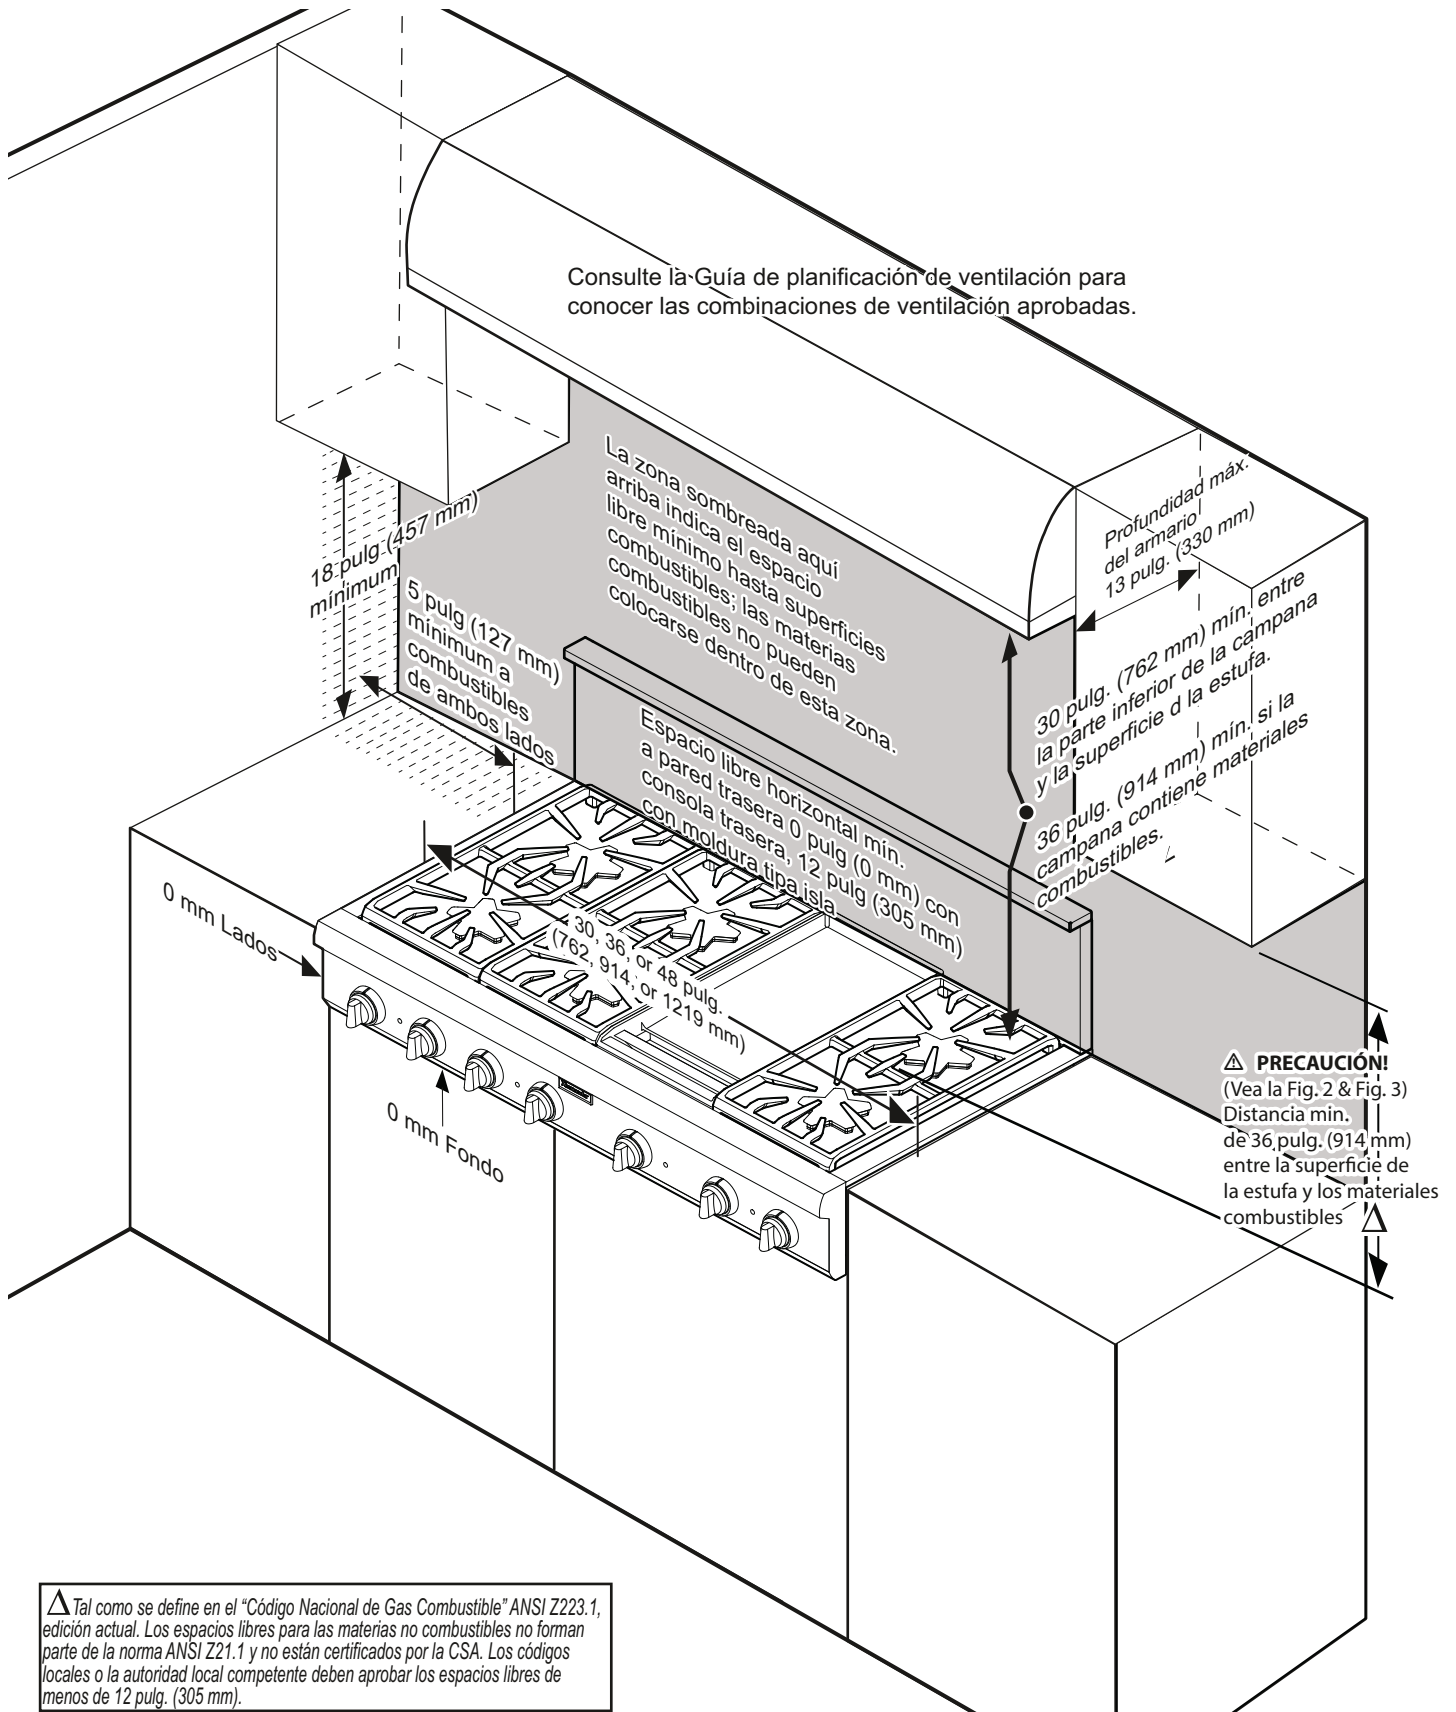

Figura 1: Requerimientos espacios libres
Cuando se utiliza el adorno de isla THERMADOR, hace falta un espacio libre trasero mínimo de 12 pulg. (305 mm) entre el aparato y la superficie combustible (vea la Figura 1, *Espacios libres para los armarios*). Los espacios libres para las materias no combustibles no forman parte de la norma ANSI Z21.1 y no están certificados por la CSA. Los códigos locales o la autoridad local competente deben aprobar los espacios libres de menos de 12 pulg. (305 mm).
7. Cuando se utiliza el adorno de isla THERMADOR, hace falta un espacio libre trasero mínimo de 12 pulg. (305 mm) entre el aparato y la superficie combustible (vea la *Figura 1*, *Espacios libres para los armarios*). Los espacios libres para las materias no combustibles no forman parte de la norma ANSI Z21.1 y no están certificados por la CSA. Los códigos locales o la autoridad local competente deben aprobar los espacios libres de menos de 12 pulg. (305 mm).